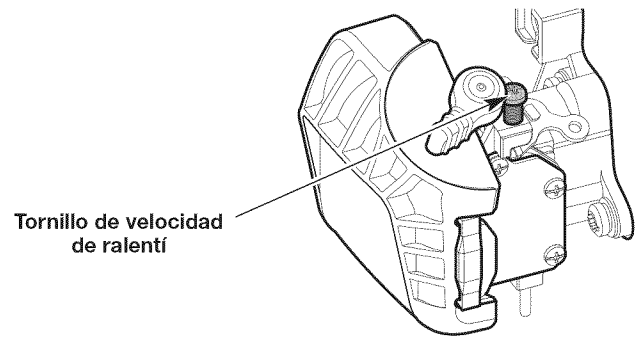

Fig. 10
2. Mueva el control de velocidad a la posición **LO (lento)** y deje que el motor funcione en ralentí. Si el motor se para, aumente la velocidad de ralentí. Use un destornillador Phillips pequeño para girar el tornillo de velocidad de ralentí en el sentido de las agujas del reloj, 1/8 de giro cada vez hasta que el motor funciona al ralentí de manera uniforme (Fig. 10).